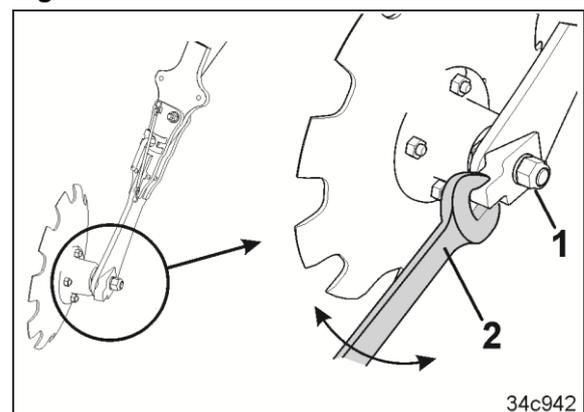

Fig. 321
3. Die Lagermutter (Fig. 321/1) lösen, nicht abschrauben.
4. Das Lager mit einem Sechskantschlüssel (Fig. 321/2) um 180° verdrehen.
6. Die Lagermutter (Fig. 321/1) festziehen.